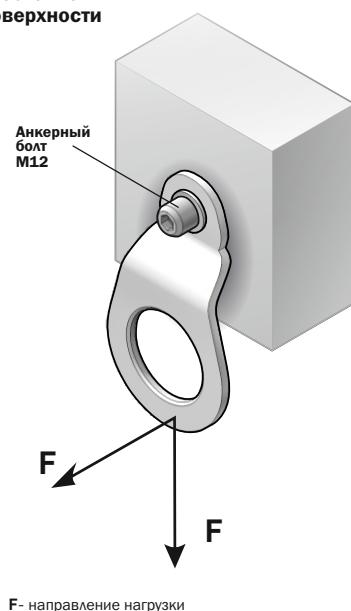

Рис. 5 Установка (монтаж) анкерной точки.
- Установка анкерного устройства должна проводиться в соответствии с правилами выполнения механических и строительных соединений. Для монтажа на металлический профиль следует использовать крепежные элементы M12, для монтажа в бетон - химический анкер M12 (**рис. 5**). Длину винтов следует подбирать в соответствии с толщиной соединяемых элементов.